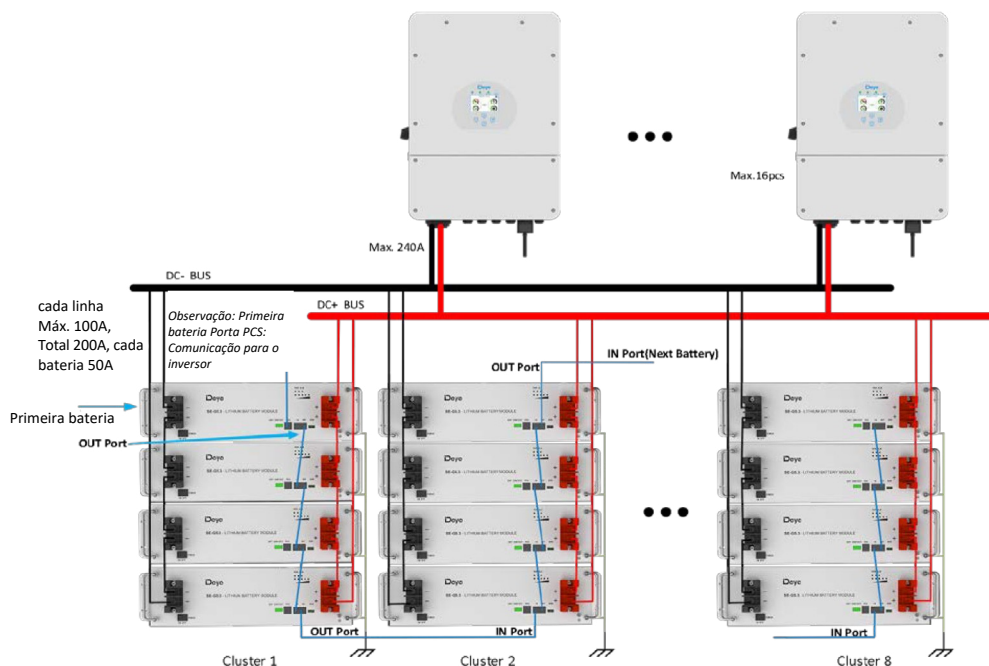

Figura 5-4: Conexões de várias baterias
5.2.1. Como mostrado na Figura 5-4, seguindo o método de conexão de cabo da bateria única, conecte os cabos positivo e negativo entre a Bateria 1 e o barramento, a Bateria 2 e o barramento e a Bateria N e o barramento, respectivamente.
5.2.2. Conforme mostrado na Figura 5-4, conecte a linha de comunicação (um cabo de rede RJ45 padrão) entre as baterias adjacentes.